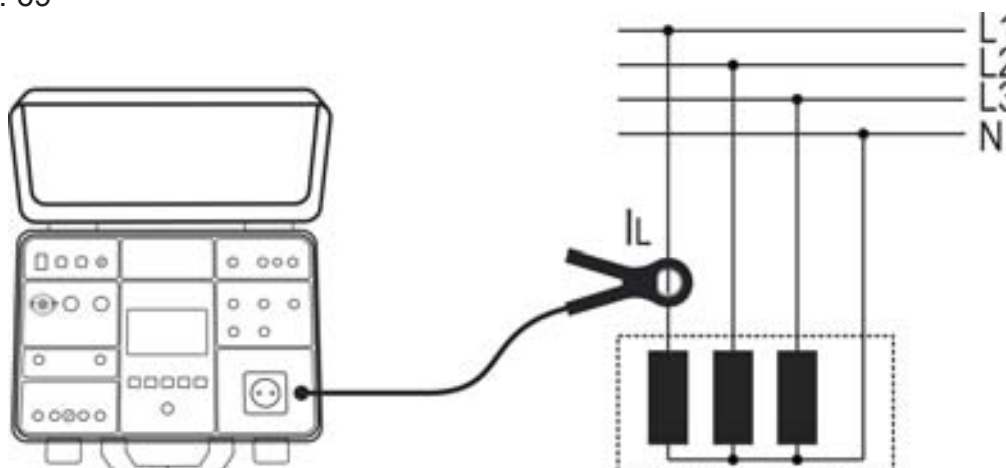

Fig. 69: Connexion de la pince de courant dans la mesure ICLAMP
5. Sélectionner la page-écran de mesure en appuyant sur la touche virtuelle (4) et vérifier à nouveau tous les réglages
6. Connecter la pince de courant au câblage sous test comme il est montré dans la Fig. 69